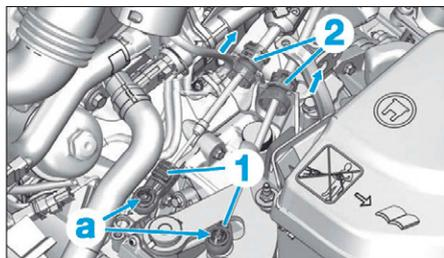

FIG. 11
- Désaccoupler les rotules (1) en (a) (Fig.11).
- Pousser dans le sens de la flèche pour déverrouiller les attaches de maintien des câbles (2).